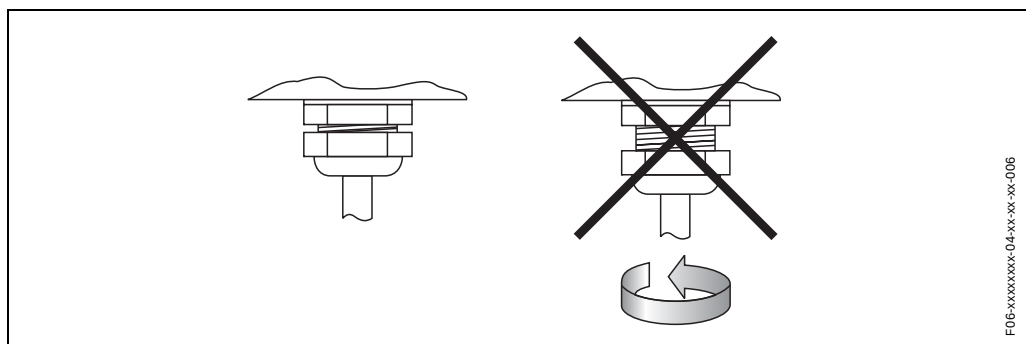

Рис. 44: Указания по монтажу кабельных вводов на корпусе преобразователя
- Надежно затянуть все кабельные вводы (Рис. 44).